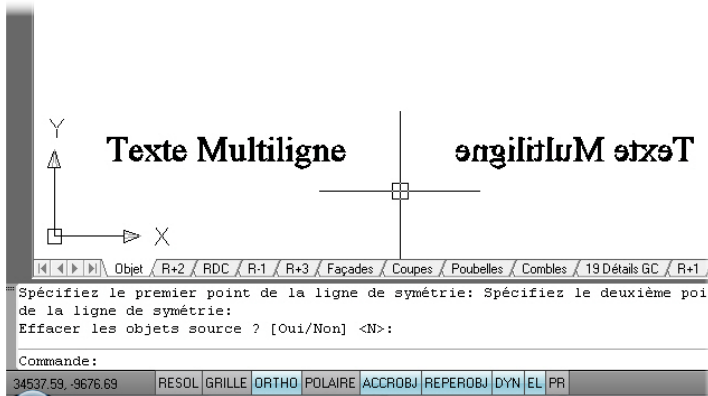

Figure 5.20
8. Vous remarquez que le texte ainsi créé est illisible (voir Figure 5.20).